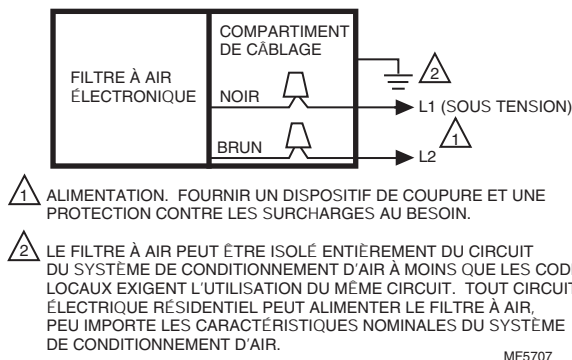

Fig. 11. Connexion des conducteurs du filtre à air électronique.
8. Raccorder le filtre à air directement au fil tension secteur à l'aide des capuchons. Voir la Fig. 11. Replacer le fil de mise à la terre sur la vis de mise à la terre verte dans le compartiment de câblage.